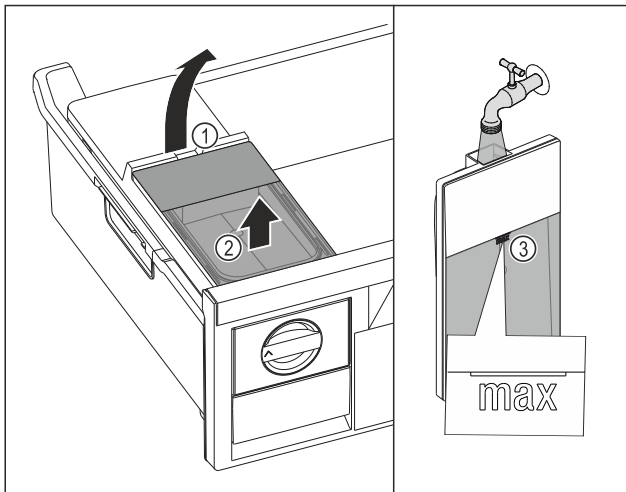

Fig. 121
- ▶ Podignite spremnik za vodu na otvoru Fig. 121 (1).
- ▶ Izvadite spremnik za vodu prema gore. Fig. 121 (2)
- ▶ Spremnik za vodu napunite pitkom vodom do oznake Fig. 121 (3).